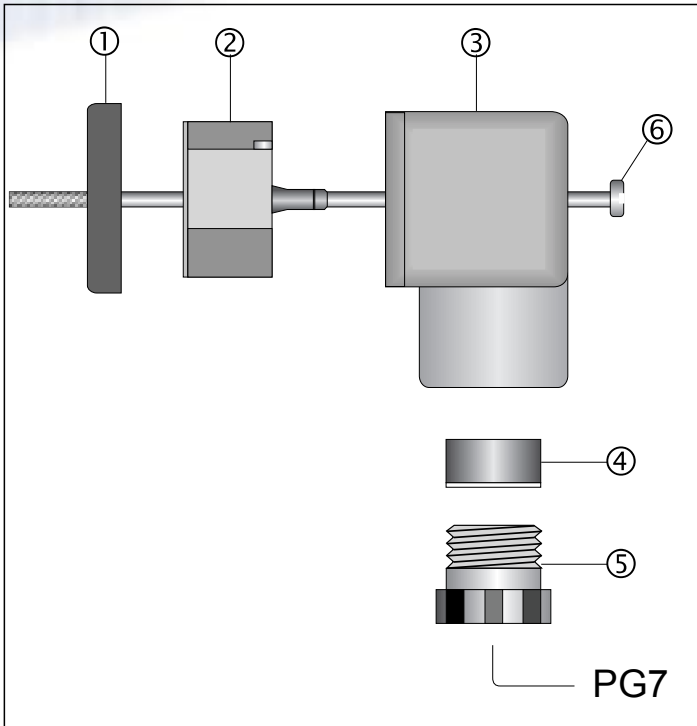

Fig.6 Conector suelto DIN43650
Para efectuar la conexión eléctrica, abra el conector sacando el tornillo (6) tal como se muestra en la fig. 6: